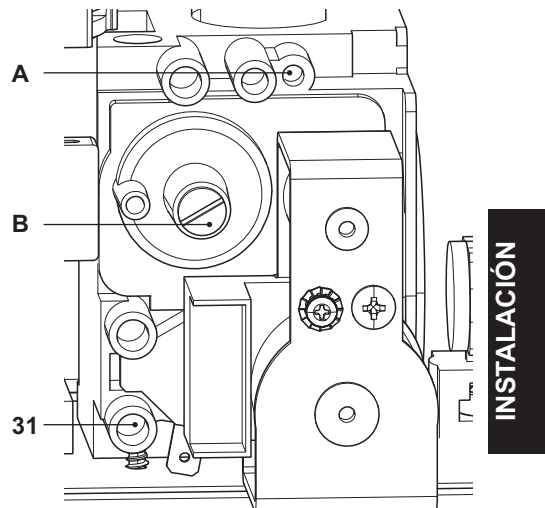

Figura 7.5
- Con la caldera apagada (fuera de servicio), compruebe la presión de alimentación usando la toma 31 en la Figura 7.5 y compare el valor indicado con los mostrados en la tabla Presiones de alimentación de gas de la sección "Datos técnicos", pág. 26.
- Vuelva a cerrar bien la toma de presión 31 en la Figura 7.5.
- Para calibrar el **CO₂** de la caldera (presión del gas en el quemador) desenrosque completamente el tapón de protección de latón B y regule el tornillo Allen \varnothing 4 mm situado debajo Figura 7.5: girando en el sentido de las agujas del reloj el **CO₂** aumenta.
- Si los dos datos no coinciden, ajuste el tornillo de regulación de máximo RQ (A en la Figura 7.5) de la válvula de gas y calibre el CO_2 al valor indicado en la sección "Datos técnicos" en la tabla "Datos en agua sanitaria", pág. 26 (modelos Myto Condens INOX 24) y pág. 29 (modelos Myto Condens INOX 35). Girando en el sentido de las agujas del reloj, el CO_2 disminuye.